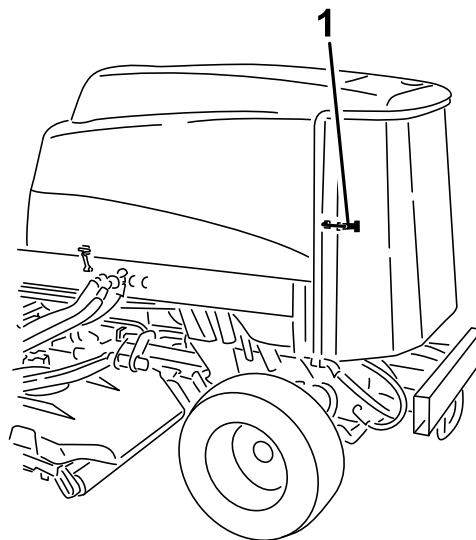

Figure 73
3. Déverrouillez et ouvrez la grille arrière (Figure 73).